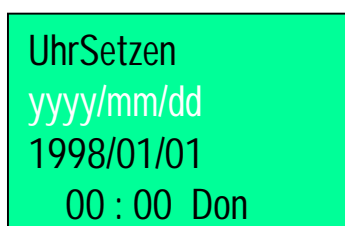

Abb. 2.25
- Der Bildschirm in Abb. 2.25 zeigt die Einstellung von Uhrzeit und Datum an. Es werden drei Anzeigemöglichkeiten für das Datum angeboten:
- Jahr/Monat/Tag ⇔ yyyy/mm/dd (Abb. 2.25)